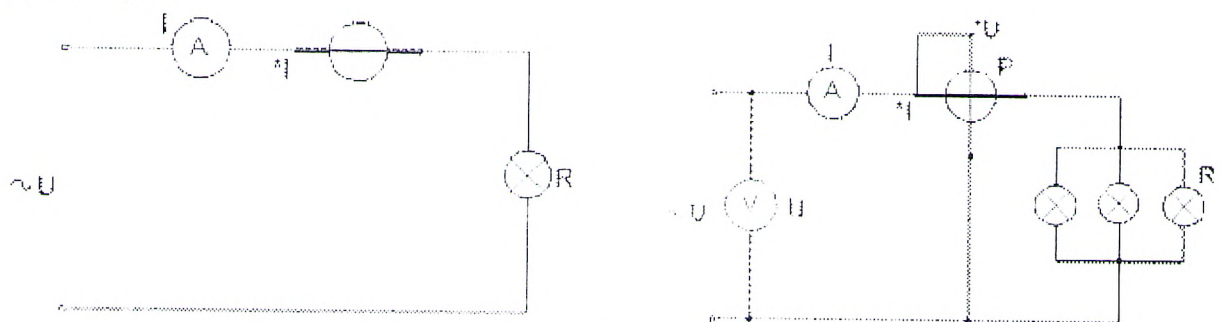

Рис. 1.2. Электрическая цепь: а – первый этап; б – второй этап
1. Собрать электрическую схему в соответствии с рис. 1.2: